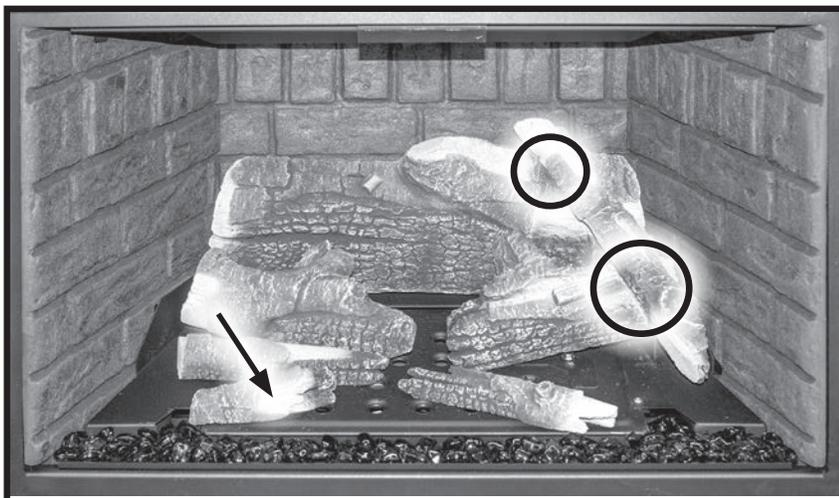

Figure 48. bûche finale et première bûche supérieure droite
6. Ensuite, installez la bûche supérieure gauche et la deuxième bûche supérieure droite, comme illustré à la Figure 48. Notez les encoches de positionnement sur le côté inférieur des deux bûches (zones en surbrillance). Les extrémités opposées reposeront sur le plateau de braise comme indiqué.